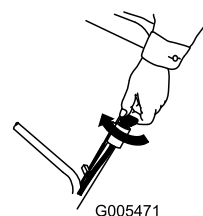
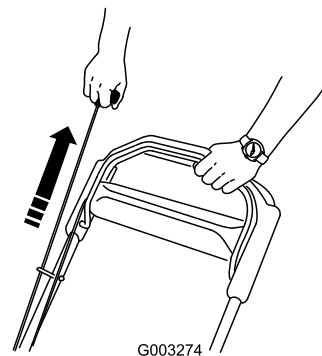

Figure 16
Figure 17
2. Tournez la clé de contact (Figure 16) (modèles à démarrage électrique uniquement) ou tirez la poignée du lanceur (Figure 17).